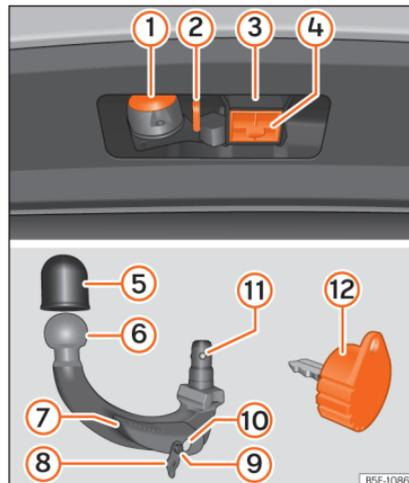

Abb. 291 Halterung der Anhängervorrichtung / abnehmbarer Kugelkopf / Schlüssel
Legende zu »» **Abb. 291**
- Den Verschlussdeckel der Hakenaufnahme (4) »»» **Abb. 291** nach unten abnehmen.